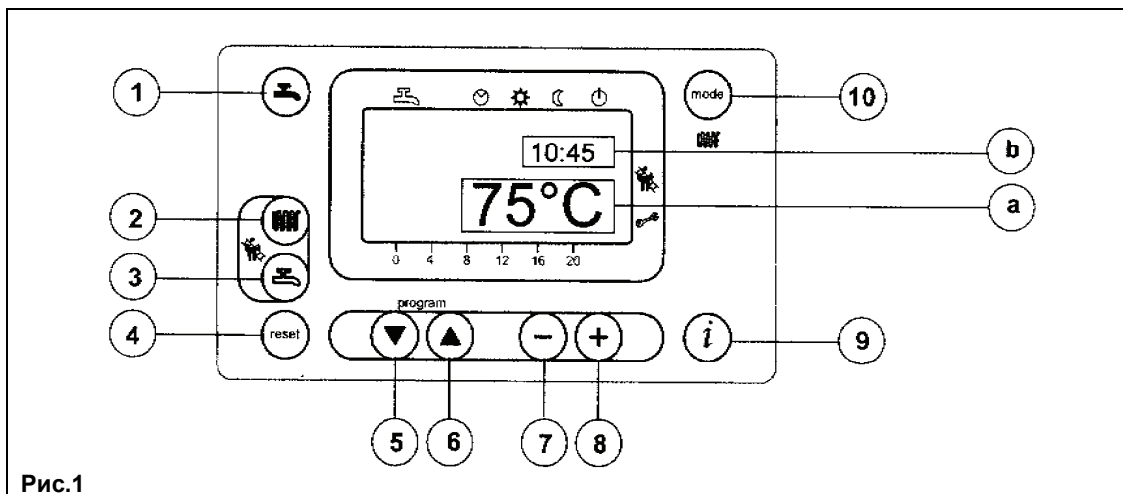

Рис.1
- Для установки значения температуры воды системы отопления нажмите кнопку (поз. 2, Рис. 1);
- нажмите одну из кнопок (поз. 1 или 10 Рис. 1) для запоминания значения и возврата в основное меню.
**Прим.** При подсоединенном датчике уличной температуры с помощью кнопки (поз. 2, Рис. 1) можно осуществлять смещение по климатическим кривым. Для увеличения или уменьшения комнатной температуры в отапливаемом помещении действуйте кнопками .
- Для установки максимального значения температуры воды системы ГВС нажмите кнопку (поз. 3, Рис. 1);
На основном дисплее (Рис. 1 а) одновременно с кодом неисправности высвечивается символ  (Рис. 4).